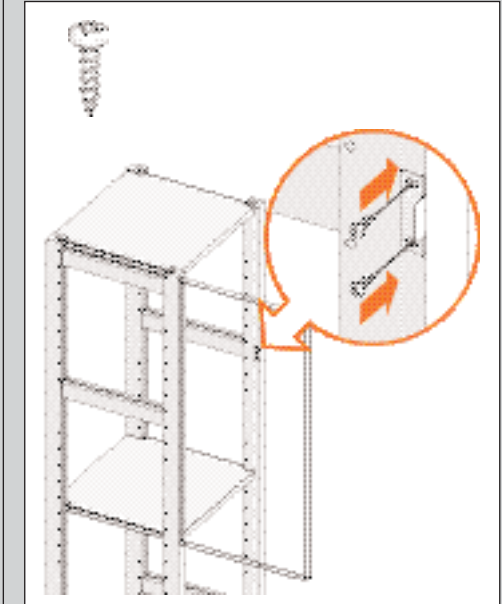
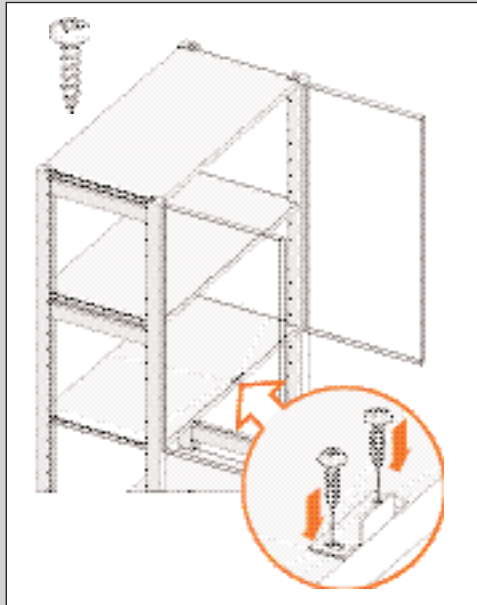

ABBILDUNG 18
ABBILDUNG 19
Montieren Sie das Schließblech bei einflügligen Türen am Ständer (siehe Abb. 18) und bei zweiflügligen Türen auf bzw. unter dem Fachboden (siehe Abb. 19).
1. Schrauben Sie das Schließblech mit den zwei Schrauben am Rand des Fachbodens bzw. des Ständers fest. Die Lasche muss mit dem Fachboden bzw. dem Ständer übereinstimmen. Achten Sie auf die Position des Schiebers bzw. des Schlosses (siehe Abb. 18 und 19).